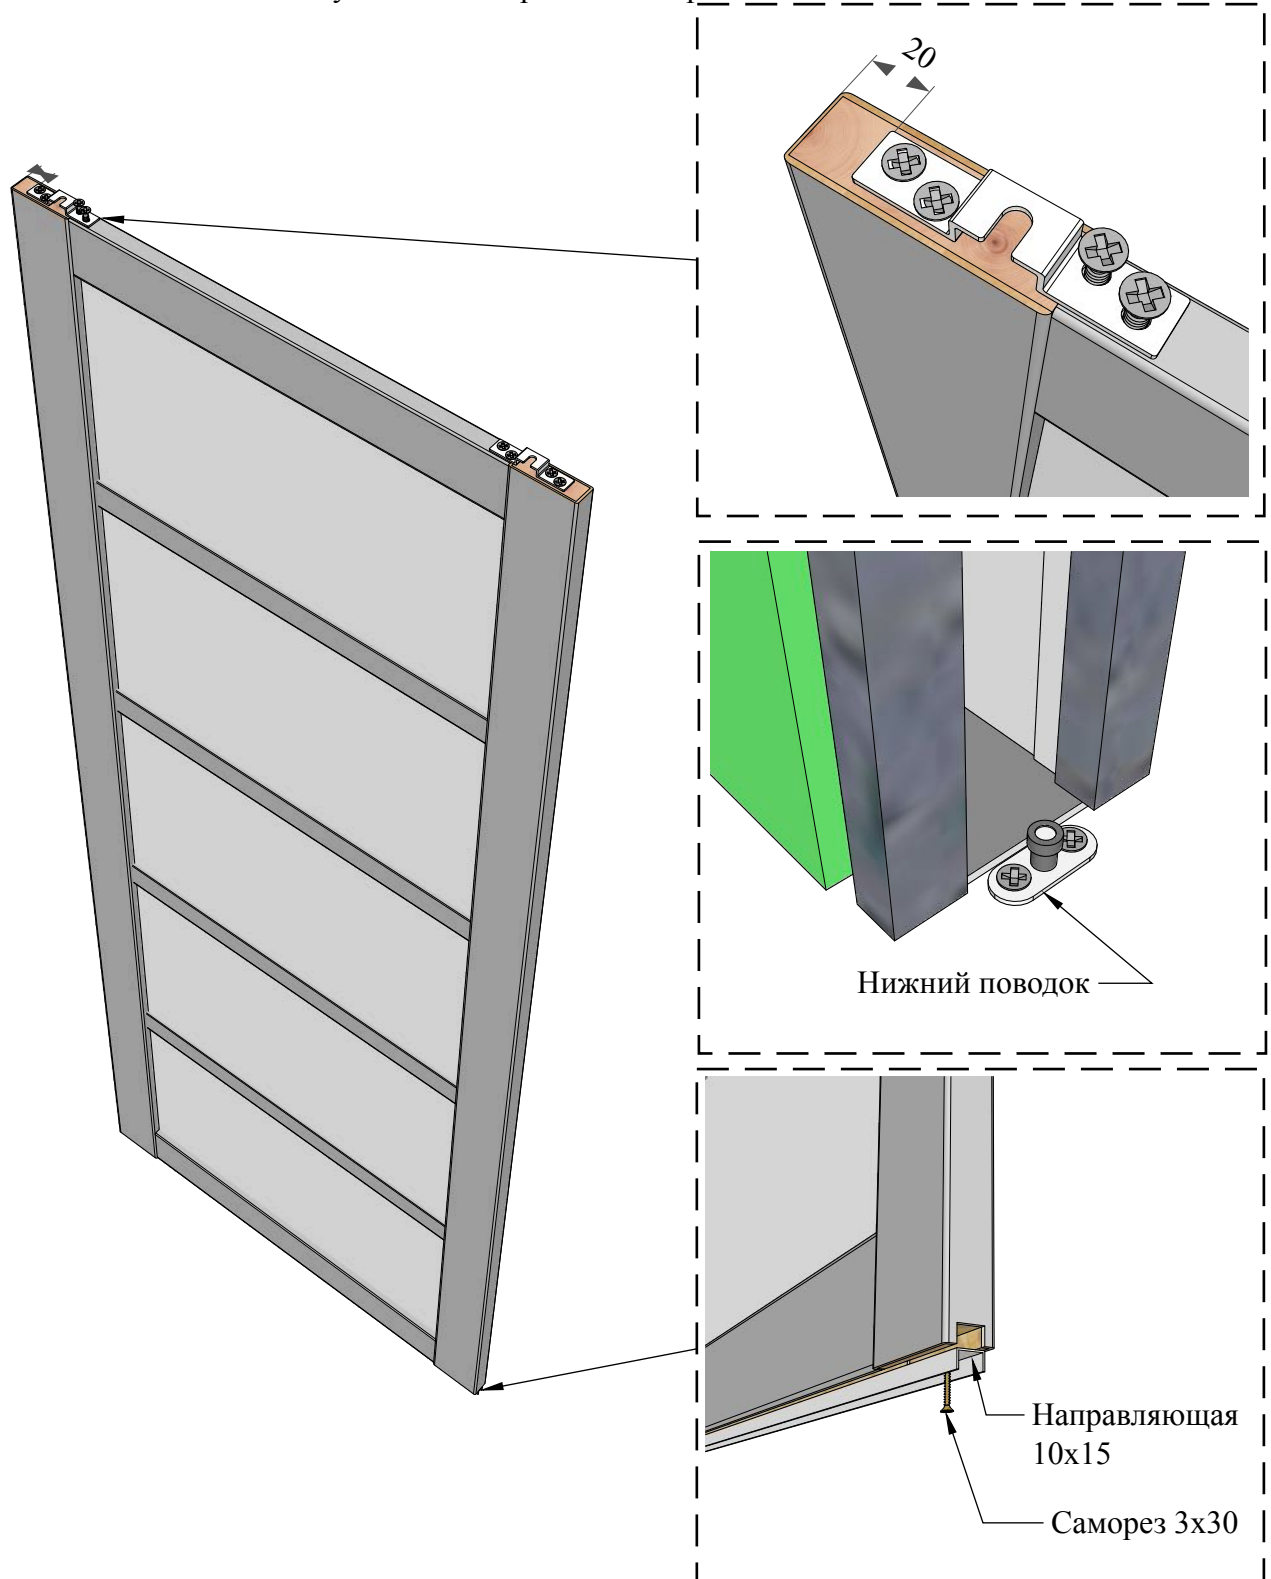

Рисунок 19
8. Подготовка дверного полотна к монтажу (Рис.19).